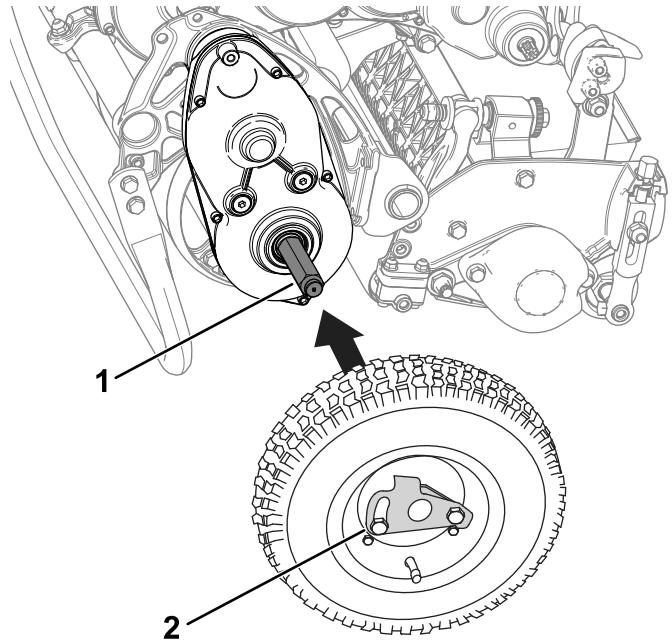

Figura 21
2. Deslize uma roda para um veio (Figura 21).
3. Gire o clipe de bloqueio da roda (Figura 21) para fora do centro da roda permitindo que se afaste do eixo.